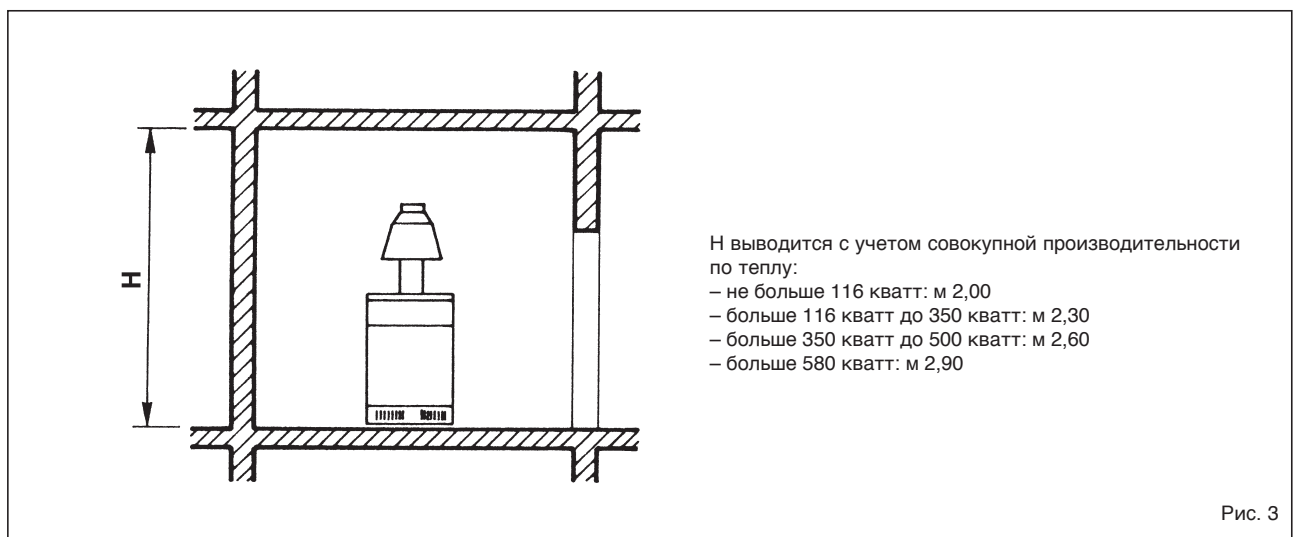

Рис. 3
1.5 ПОТЕРЯ ДАВЛЕНИЯ В КОТЛЕ (Рис. 3)
2.1 ПОМЕЩЕНИЕ КОТЕЛЬНОЙ И ВЕНТИЛЯЦИЯ (Рис. 3)
Модели “RX 37-48-55 E” с мощностью более 35 кватт должны размещаться в техническом помещении, имеющем определенные размеры и отвечающем требованиям в соответствии с Законом DM. 12/04/96 № 74 “Об утверждении правил техники безопасности для предотвращения пожаров при проектировании, строительстве и эксплуатации термических устройств, работающих на газовом топливе”. Высота помещения, где устанавливается котлоагрегат, должна соответствовать размерам, приведенным на рис. 3. Кроме того, для притока воздуха в помещение необходимо сделать во внешних стенах воздухоудку, поверхность которых, рассчитанная в соответствии с п.4.1.2 этого же DM. норматива, ни в коем случае не должна быть меньше 3000 см², а в случае использования газа с плотностью больше 0,8 меньше 5000 см².